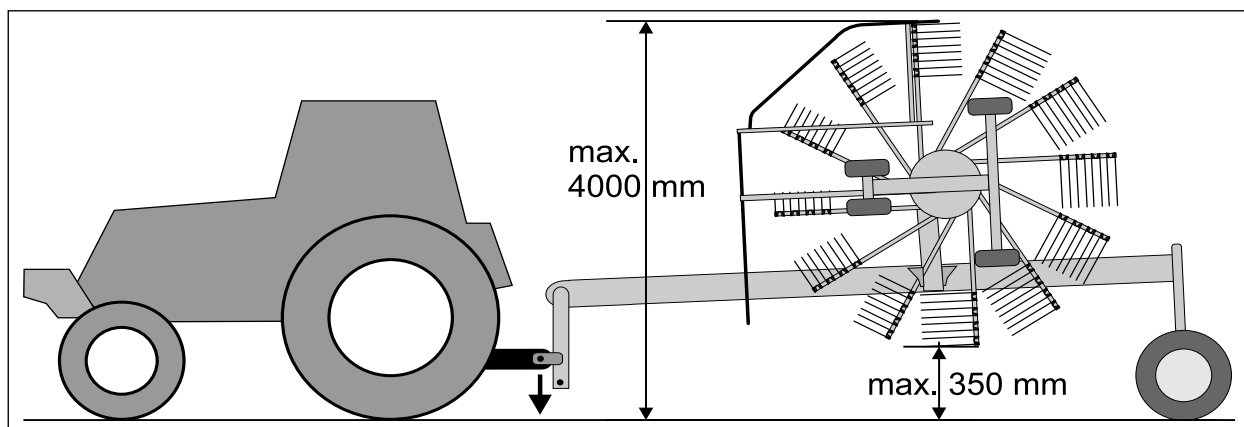

Bild 3-18a Transporthöhe
7. Unterlenker auf 250 - 200 mm absenken, damit bei Transportfahrten mit gesteckten Zinkenträgern und Schutzbügeln 4 m Transporthöhe nicht überschritten wird. Ist wegen Unebenheiten mehr Bodenfreiheit erforderlich, so müssen die Unterlenker kurzfristig ausgehoben werden (Bild 3-18a).